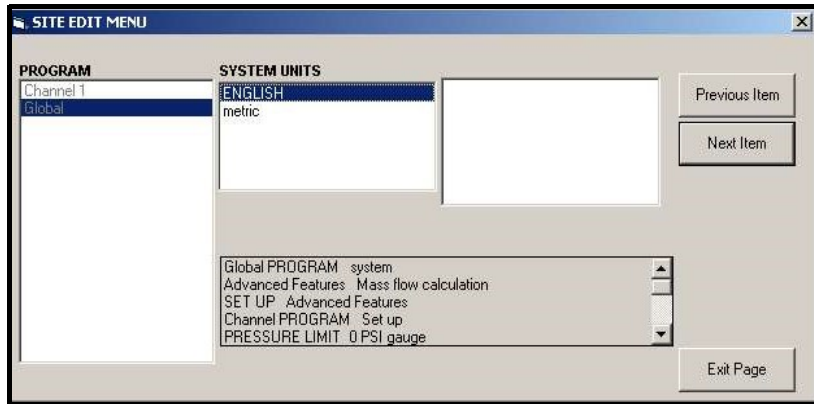

Figura 45: Opción de sistema en el menú Global
2. Resalte y haga doble clic en la opción *Sistema* del panel central. La ventana será ahora similar a la *Figura 45*.